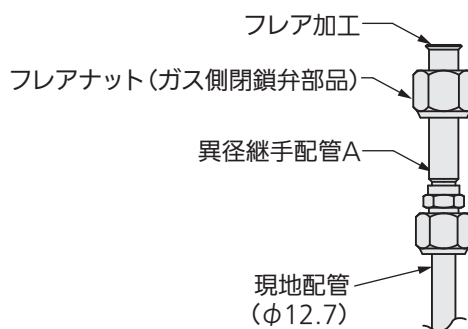

図 3
- 付属の異径継手配管 A、B を使って図 3 のとおり接続してください。